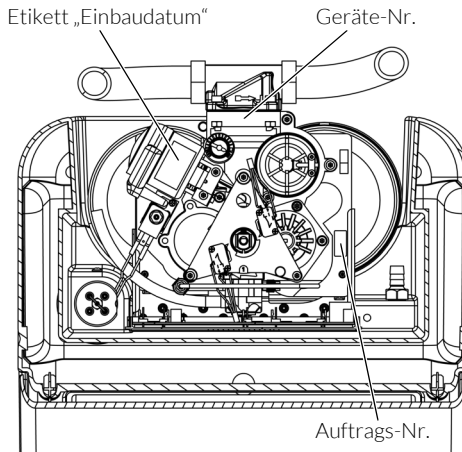

Abb. 8: Geräte- und Auftrags-Nr. sowie Etikett „Einbaudatum“
- / Das Einbaudatum auf dem Etikett (siehe Abb. 8) und in das Wartungsprotokoll (Kap. 12) eintragen.